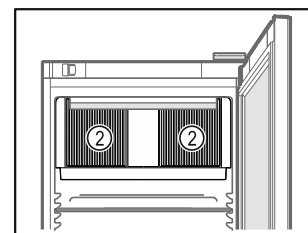

Fig. 63
- ❑ Mantenere libere le fessure di ventilazione Fig. 63 (2) della ventola di ricircolo nel vano interno.